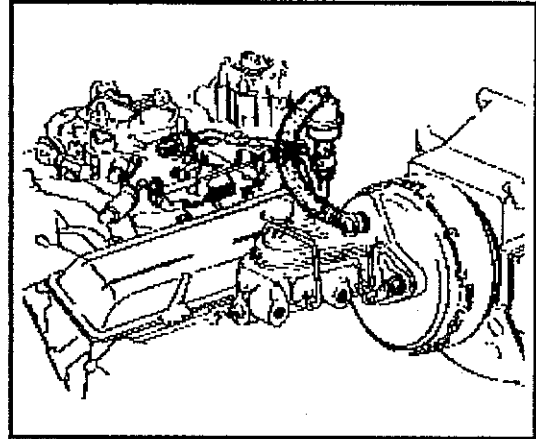

Abb. 9-1 Filter am Unterdruckschlauch zum Bremskraftverstärker
- Den neuen Filter einsetzen, so daß das Einwegeventil in der Unterdruckleitung zum Bremskraftverstärker senkrecht steht, wie in Abb. 9-1 gezeigt